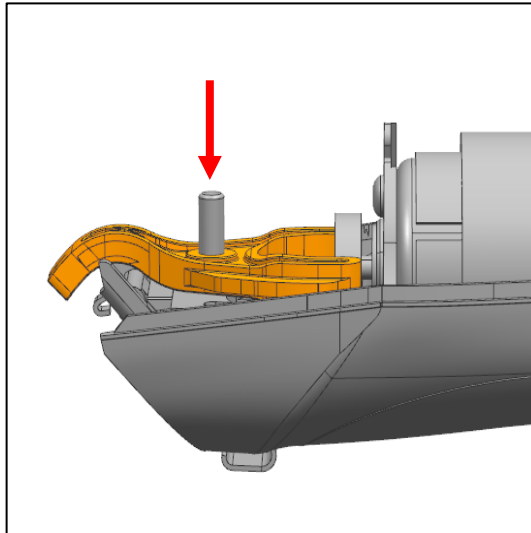

Abb. 46
- a) Drücken Sie den Antriebshebel auf den Lagerstift des Motorträgers (Abb. 46).